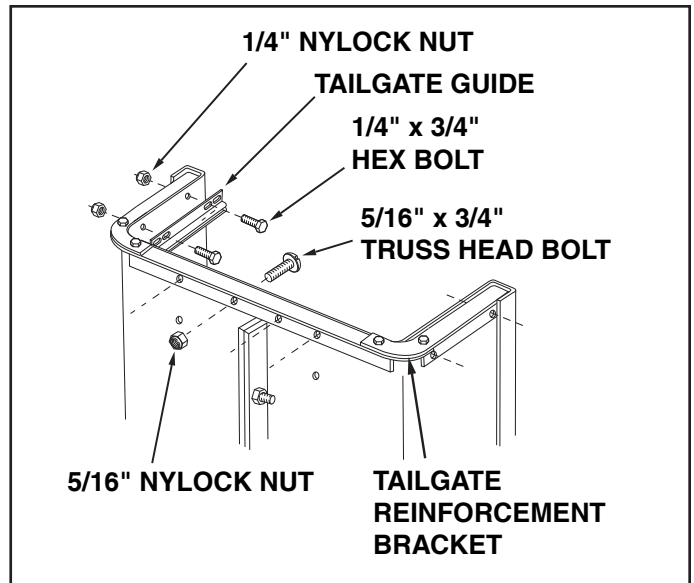

FIGURE 3
5. Position the tailgate reinforcement bracket on outside of cart as shown in figure 3. Assemble to the bottom of the cart body using four 5/16" x 3/4" truss head bolts and 5/16" nylock nuts. **Do not tighten yet.** See figure 3.
6. Position the tailgate guides on the inside of the cart bodies with guide channels to the front as shown in figure 3. Assemble using four 1/4" x 3/4" hex bolts and 1/4" nylock nuts. **Do not tighten yet.** See figure 3.
5. Positionnez le support de consolidation du hayon à l'extérieur de la remorque comme montré dans la figure 3. Assemblez-le avec la partie basse de la carrosserie en utilisant quatre boulons à tête bombée de 5/16" x 3/4" et contre-écrous hex. de 5/16". **Ne serrez pas pour l'instant.** Voir figure 3.
6. Positionnez les guides de hayon à l'intérieur des éléments de carrosserie avec les glissières de guide vers l'avant comme montré dans la figure 3. Assemblez en utilisant quatre boulons hex. 1/4" x 3/4" et contre-écrous hex de 1/4". **Ne serrez pas pour l'instant.** Voir figure 3.